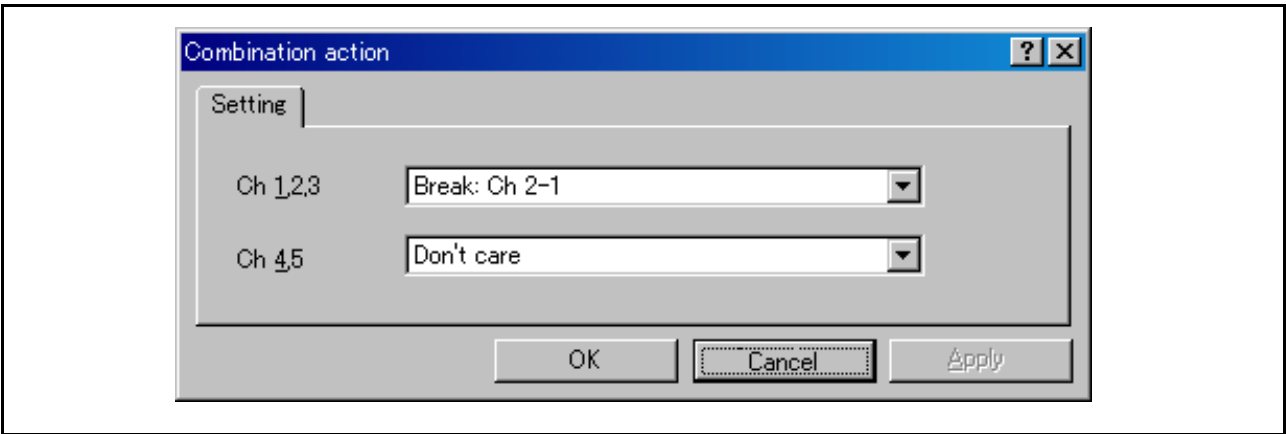

图 6.40 [Combination action]（组合操作）对话框
- 用鼠标右键单击 [Event]（事件）窗口打开弹出菜单，从中选择 [Combination action]（组合操作）。此时打开 [Combination action]（组合操作）对话框（图 6.40）。